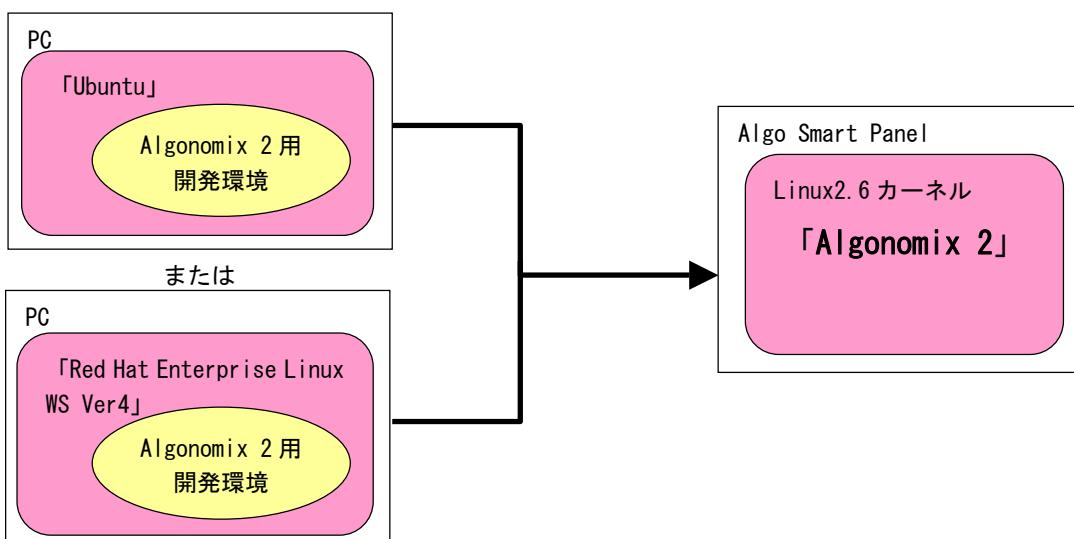

図 1-1-1. **Algonomix 2** の開発環境
**Algonomix 2** 用の開発環境イメージを図 1-1-1 に示します。**Algonomix 2** 用の開発環境を動作させる Linux OS として「Ubuntu」と「Red Hat Enterprise Linux WS Ver4」の 2 通りを推奨しています。